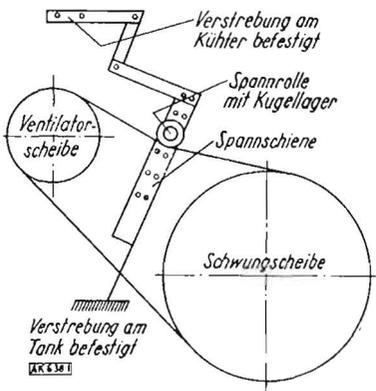
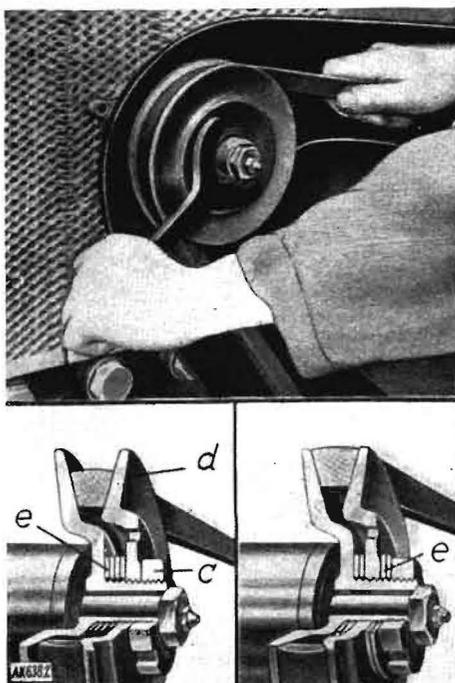

Bild 1. Spannvorrichtung
Bild 2. Demontage des Keilriemens
ist dadurch herabgesetzt und der Motor wird zu heiß, was daran zu erkennen ist, daß am geschlossenen Wassereinfülldeckel Dampf austritt. In der ersten Betriebszeit ist der Riemen öfters nachzuspannen (Bild 1). Man löst die Mutter (C) (Bild 2) am Vorderende der Riemenrolle und nimmt eine Beilagescheibe (e) heraus. Diese legt man beim Zusammenbau zwischen Rollen- vorderende (D) und Mutter. Dadurch kommt der Riemen mehr gegen den Umfang der Rolle zu sitzen und wird gespannt. Genügt die erzielte Spannung nicht, so ist auch die zweite Scheibe herauszunehmen usw. Der Ventilatorriemen und die Laufstellen sind unbedingt frei von Fett und Staub zu halten. Nach Saisonschluß nimmt man den Riemen über den Innenbord des